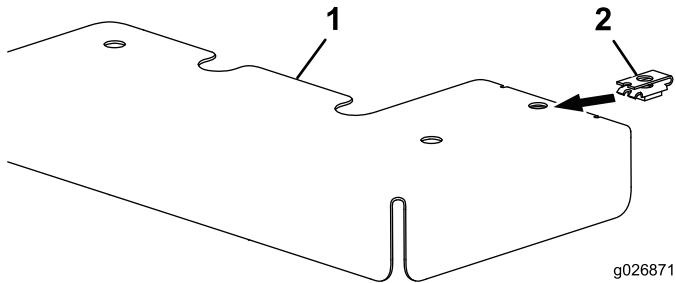

Figure 1
1. Posez l'écrou de retenue sur la protection de la poulie (Figure 1).